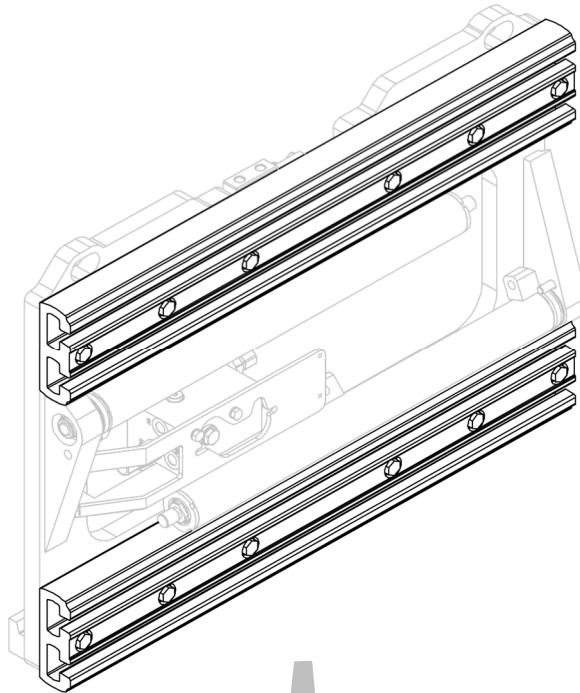
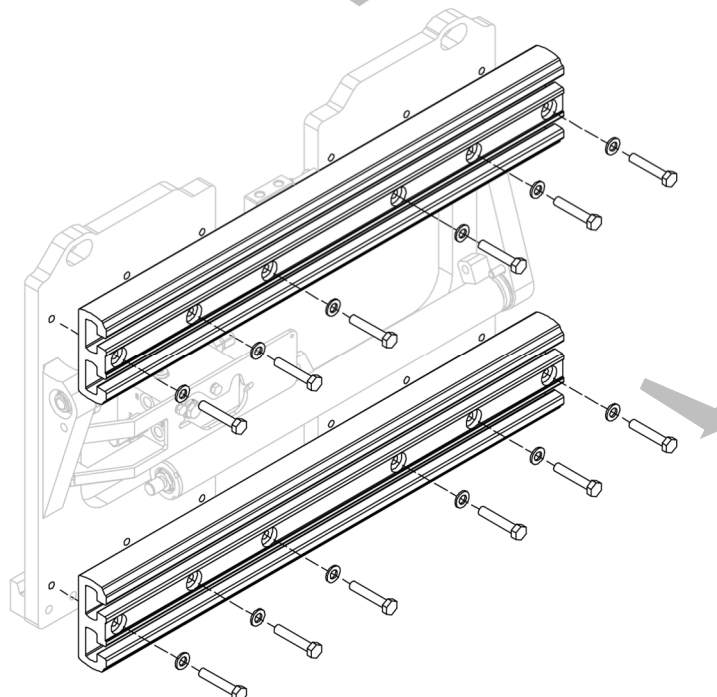

Figure 38
Figure 39
2. Retirer, un par un, les profilés en aluminium après avoir dévissé les vis appropriées (voir *Figure 38* et *Figure 39*).